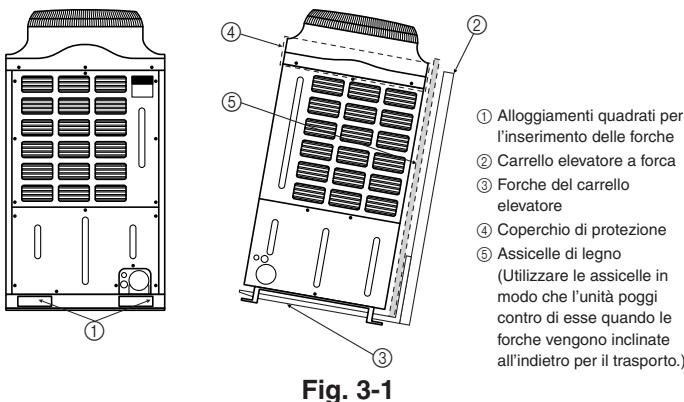

Fig. 3-1
3.1. Trasporto mediante carrello elevatore a forza (Fig. 3-1)